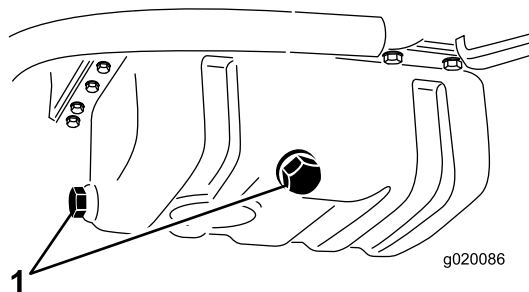

図 51
2. どちらかのドレンプラグ(図 51)を外してオイルを容器に受ける。オイルが抜けたらプラグを元通りに取り付ける。